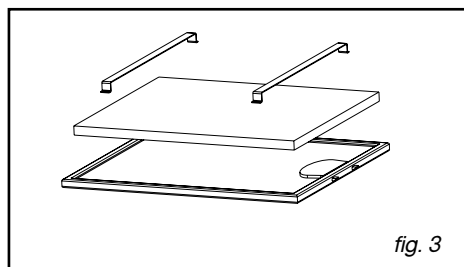

fig. 3
- Retire os filtros de cassete (fig. 3).